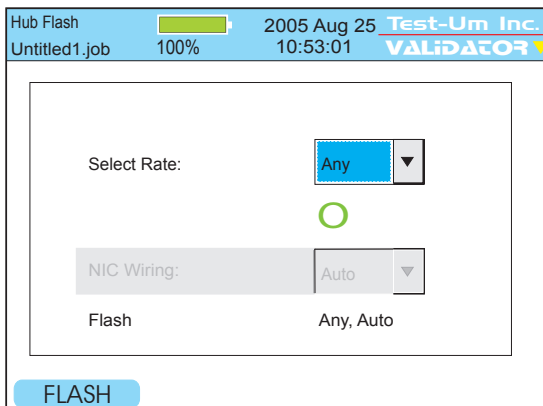

Abbildung 5.8 Hub-Aktivitätstest
2. Wählen Sie im Dropdown-Menü 'Select Rate' (Geschwindigkeit auswählen) eine bestimmte Datenübertragungsrate aus oder 'Any' (Beliebig) (wenn Hub und Validator-NT die Geschwindigkeit automatisch aushandeln sollen) (Abbildung 5.8).